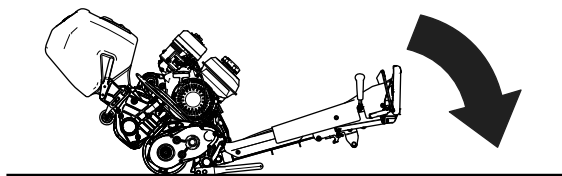

図 9
2. トラクションユニットのハンドルを操作してカッティングユニットを床まで下降させる **図 9**。